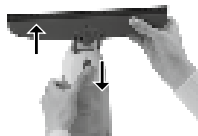

Abbildung 11:
- Entriegeln Sie die Absaugdüse (siehe Abbildung 11) und reinigen Sie Düse und Gummilippe unter fließendem Wasser.